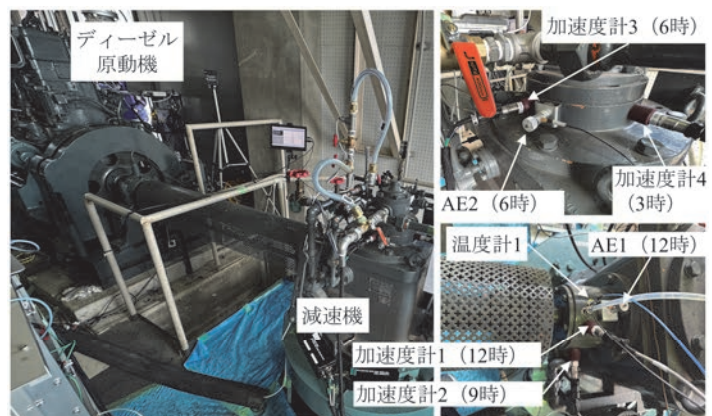

図1 ポンプ実機による過酷摩耗試験の状況
- 廃棄予定のポンプ設備を借用し、潤滑油供給を少しずつ減らして人為的に摩耗状態を再現する過酷摩耗試験を実施しました(図1)。